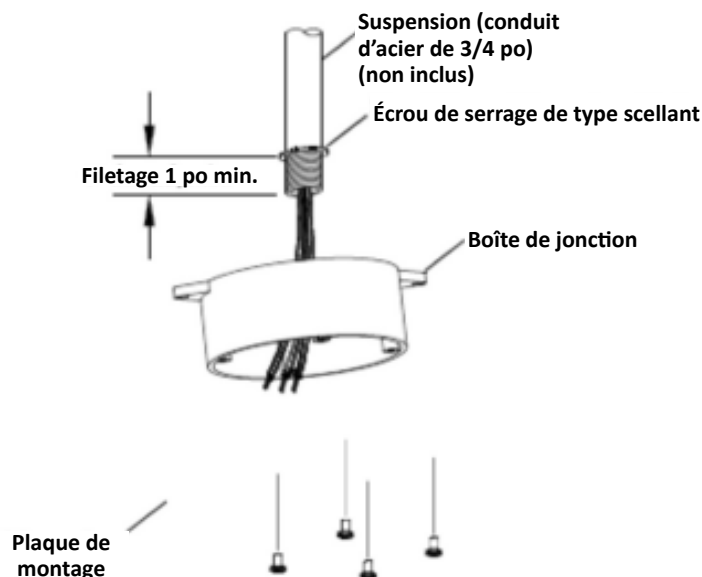

Fig. 6
1. Installer l'écrou de serrage (inclus) sur le conduit en acier à filetage IPS de 3/4 po (non inclus). Le côté avec scellant doit se retrouver vers l'extrémité ouverte du conduit (Figure 6).
3. Rattacher la plaque de montage sur la boîte de jonction à l'aide des (4) vis no 8-32.